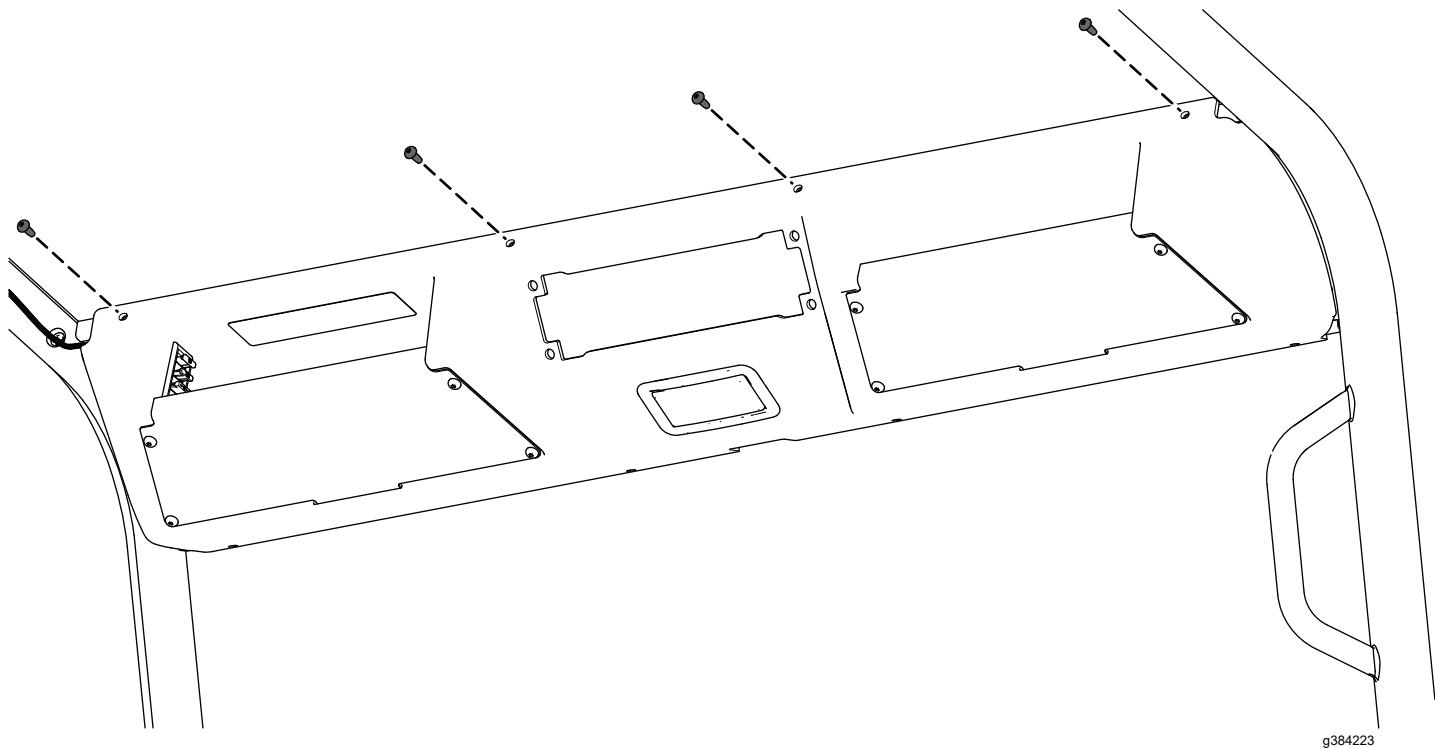

Figura 6
2. Prenda a parte superior da consola superior à travessa frontal utilizando os oito parafusos autorroscantes ($\frac{1}{4} \times 5/4$ pol.) como se mostra na Figura 6.